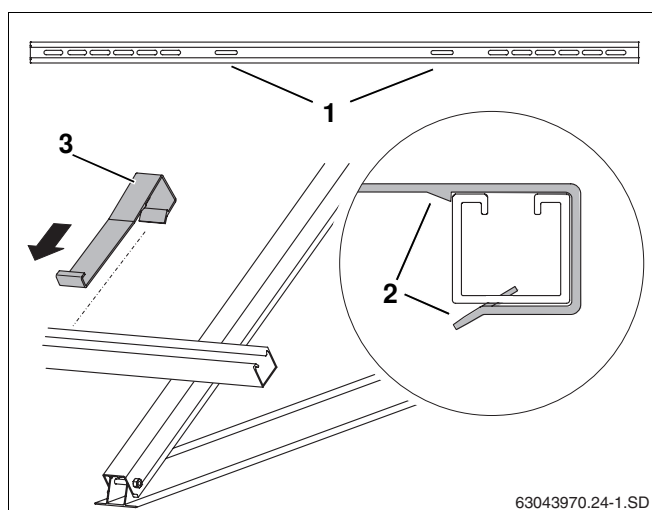

Fig. 36 Accrocher le dispositif de sécurité anti-glisement
- ▶ Glisser les dispositifs de sécurité anti-glisement fig. 36, **Pos. 3)** de l'extérieur dans les perforations longitudinales intérieures fig. 36, **Pos. 1)** sur les rails profilés jusqu'à ce qu'ils s'enclenchent fig. 36, **Pos. 2)**.